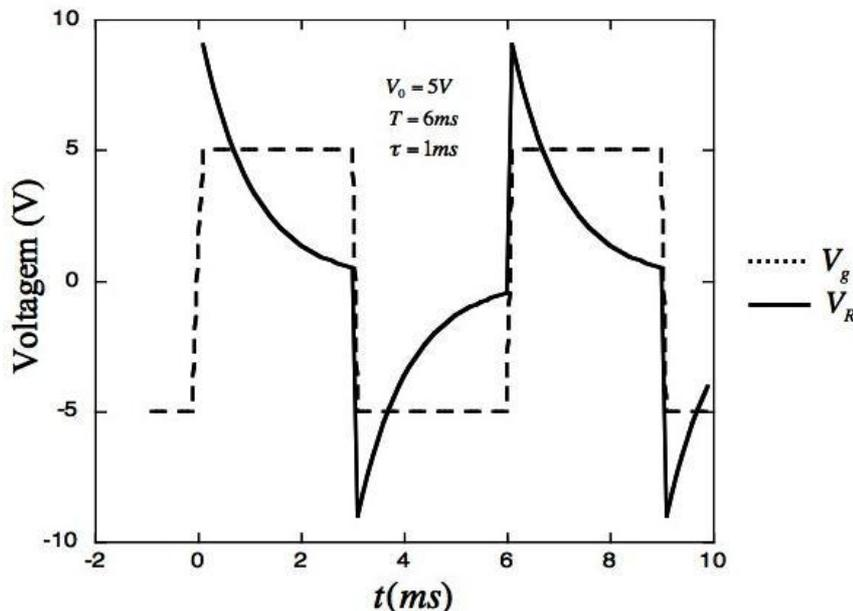

Figura 8: Imagem similar ao que deve aparecer na tela do osciloscópio mostrando a superposição da voltagem do gerador de sinais V_g e do resistor V_R .
- 2) Ajuste os comandos do osciloscópio de forma a ver na tela uma figura parecida com a **Figura 8** abaixo:
Como pode ser observado na **Figura 8**, a voltagem no resistor é máxima e igual a $2V_0$, quando a voltagem da fonte muda de sinal (você saberia explicar por quê?). Observe também que a voltagem na carga é igual em módulo à voltagem na descarga. O sinal é diferente porque na descarga a corrente muda de sentido.